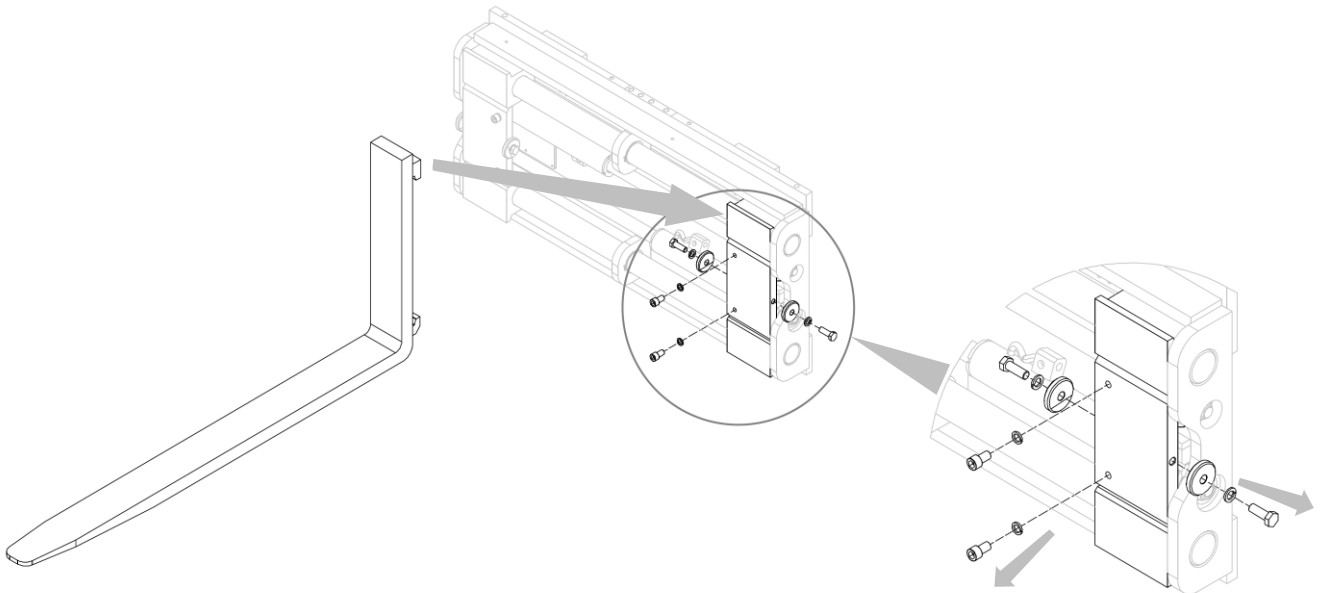

Figure 11
1. Monter les fourches après avoir dévissé les butées de fourche (voir *Figure 11*).